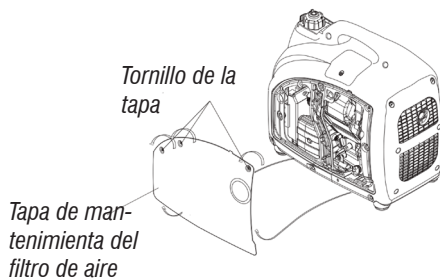

Fig. 18 – Removiendo la tapa de mantenimiento del filtro de aire
1. Suelte los tornillos de la tapa de mantenimiento del filtro de aire (6) (fig. 1) y retire la tapa (fig. 18);